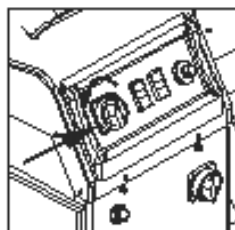
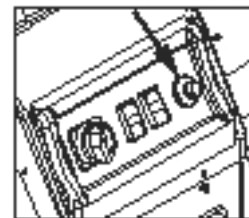

Рис.3
Рис.4
2. Пожалуйста, поверните электрический ключ к инвертору, как показано (Рис.: 3), потом медленно поворачивайте ручку (Рис.: 4),нажмите кнопку старта для медленного вращения.